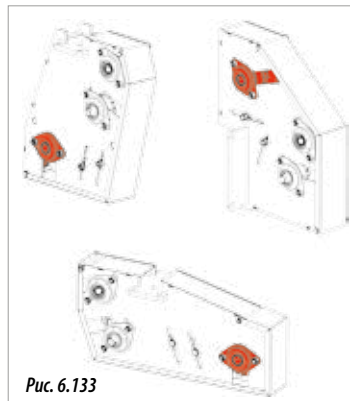
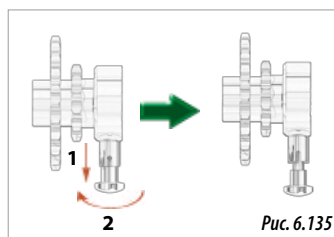

Рис. 6.133
Рис. 6.135
Отключение привода бункера на аппарате для внесения гранулированных удобрений производится в коробке передач бункера этого аппарата (см. раздел 3.1 «ОБЩИЙ ВИД СЕЯЛКИ»). Сеялка поставляется с одним из трех видов коробки передач. Во всех коробках передач на одном из валов установлена муфта (обозначена красным цветом, рис. 6.133).
- 3- Потянуть за фиксатор, который установлен на валу с муфтой (рис. 6.133), и повернуть на 90°, чтобы заблокировать его в положении передачи со свободным ходом (рис. 6.135).
- 3- Потянуть за фиксатор, который установлен на валу с муфтой (рис. 6.133), и повернуть на 90°, чтобы заблокировать его в положении передачи (рис. 6.136).